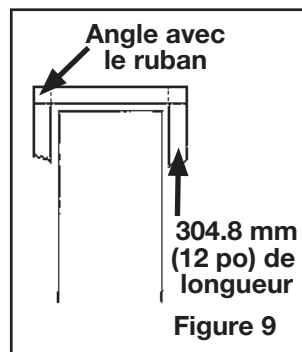
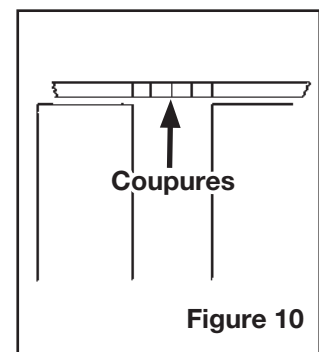

Figure 9
Figure 10
5. Pour éviter que de longues parties du ruban ne se soulèvent aux endroits où la circulation croise les lignes de ruban, vous pouvez encadrer (**Figure 9**) ou couper sur la largeur tous les 4 à 6 pouces (100 à 150 mm) (**Figure 10**).
À noter : Si le ruban subit des dommages, la méthode consistant à couper le ruban permet d'enlever facilement le ruban et de réparer les parties endommagées (**Figure 10**).